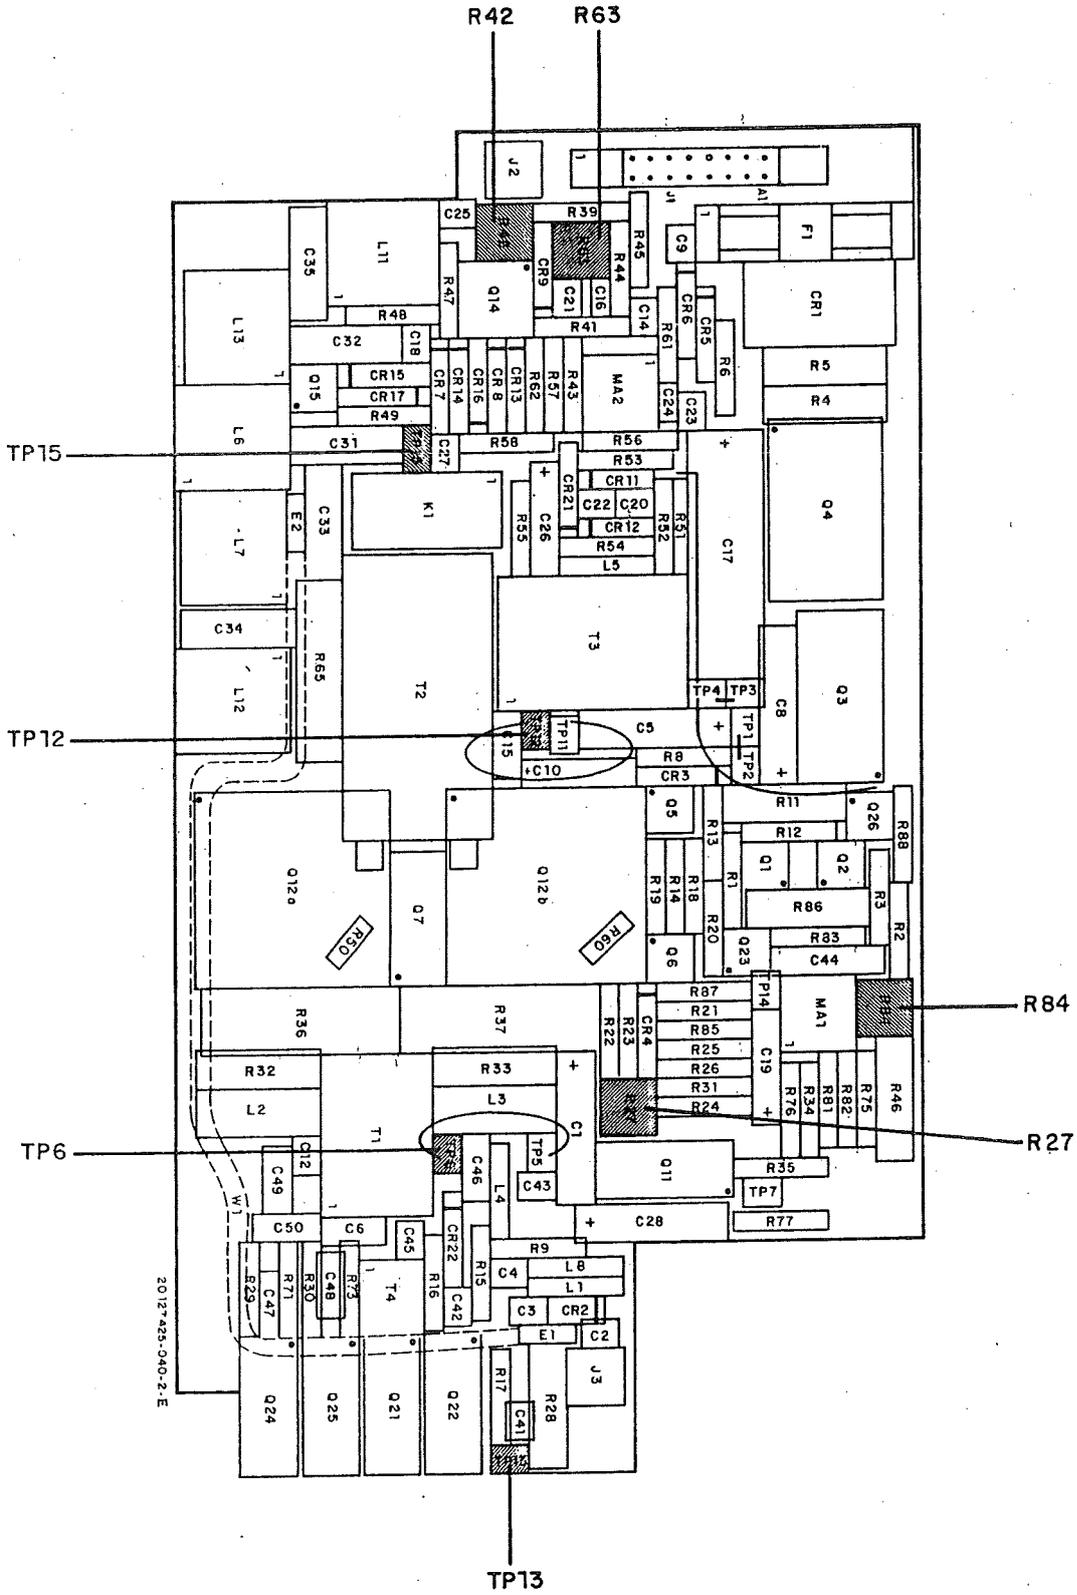

Figure 2 – Carte «Amplificateur HF»
- plan d'implantation de la carte «Amplificateur HF 20 W» (fig. 2)
Sur la carte «Amplificateur HF» régler les potentiomètres suivants (fig. 2) :
- en TP06 et TP12 de la carte «Amplificateur HF» (fig. 2)
- Vérifier en TP13 (fig.2) que la tension est comprise entre 2 et 3 volts.
- Mesurer avec la pince milliampéremétrique le courant dans la boucle reliant TP05 à TP06 du circuit testé : régler le potentiomètre R84 (fig. 2) pour obtenir un courant de repos de 25 mA.
- Mesurer de la même façon, le courant dans la boucle reliant TP11 et TP12 du circuit testé : régler le potentiomètre R27 (fig. 2) pour obtenir un courant de repos de 100 mA.